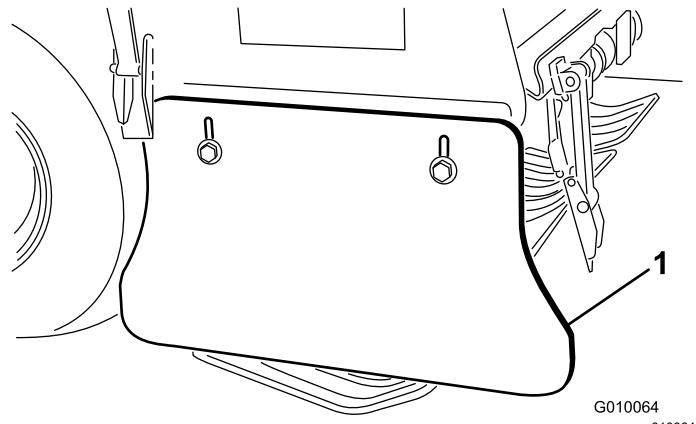

Bild 183
2. Lösen Sie die Kopfschrauben und Sicherungsbundmuttern, mit denen die Seitenabdeckung am Aerifizierkopfrahmen befestigt ist (**Bild 183**).